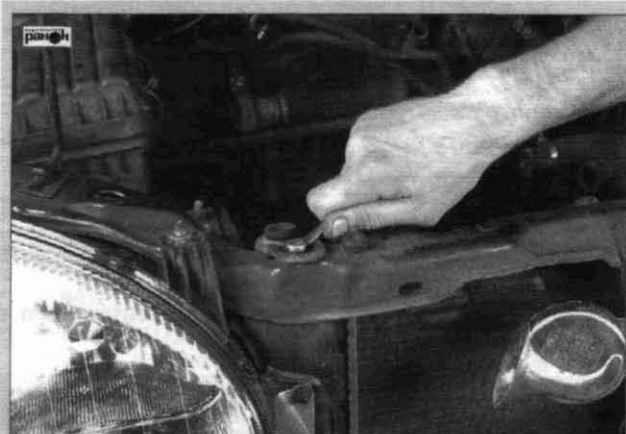

Рис. 3.58. Снятие кронштейна крепления радиатора
- вывернув крепежные болты, снять кронштейны крепления радиатора (рис. 3.58);